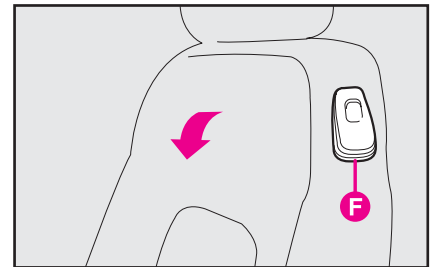

fig. 59a
**Accesso dal lato guida:** tirare verso l'alto la maniglia **F**-fig. 59a per ribaltare lo schienale.